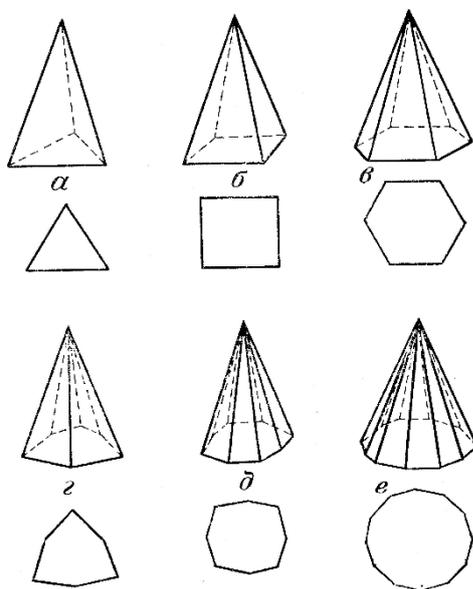

Рисунок 2 - Пирамиды средней категории: а – тригональная; б – тетрагональная; в – гексагональная; г – дитригональная; д – дитетрагональная; е - дигексагональная
*Пирамиды средней категории* – открытые простые формы, грани которых пересекают главную ось симметрии ( $L_3, L_4, L_6$ ) в одной точке – вершине. В зависимости от формы основания различают пирамиды: тригональные, тетрагональные гексагональные, дитригональные, дитетрагональные, дигексагональные (рисунок 2).